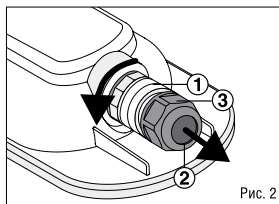
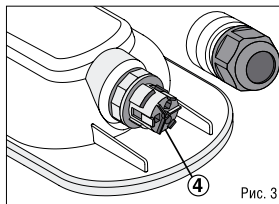

Рис. 2
Рис. 3
- Для подключения светильника к сети необходимо открутить колпачок коннектора ① (Рис. 2), ввести сетевые провода в уплотняемое отверстие ② в гайке ③ и подключить к клеммной колодке ④ в коннекторе в соответствии с указанной маркировкой: 1 – клемма L1, 2 – клемма N, 3 – клемма L2 (Рис. 3). Клемма L2 предназначена для реализации вкл/выкл внешнего выключателя светильника. Проверить надежность электрических соединений. После